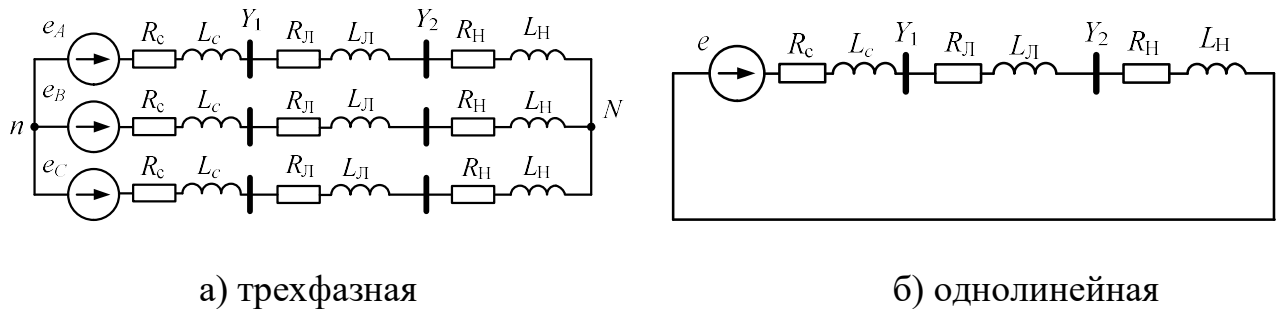

Рис. 2.1. Схема замещения
Сегодня во всем мире принята система трехфазной электропередачи (рис. 2.1). В 19-м и в начале 20-го века проводились эксперименты с системами двухфазной передачи, 4-х, 6-ти фазной. Однако трехфазная система, разработанная русским ученым Доливо-Добровольским, доказала свои преимущества.
На рис. 2.1 обозначено:
Так как режим работы трехфазной системы симметричен, далее можно проводить расчеты для однолинейной схемы (рис. 2.1, б).
1. Постройте в одних осях синусоиды ЭДС  $e_A, e_B, e_C$  и токов в фазах А, В, С для схемы рис. 2.1, а. Токи определите по закону Ома.
2. Постройте в одних осях синусоиды ЭДС и тока для однолинейной схемы рис. 2.1, б. Определите, на сколько градусов синусоида тока сдвинута относительно синусоиды ЭДС. Ток опережает или отстает от ЭДС? От чего зависит этот сдвиг?